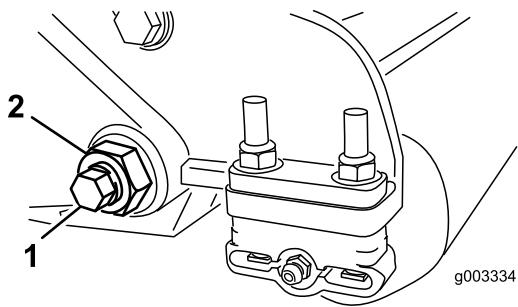
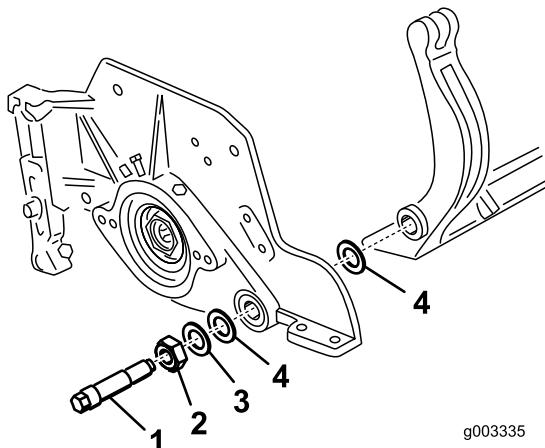

Figura 35
Figura 36
- En cada lado de la máquina, afloje la contratuerca que fija el perno de la barra de asiento (Figura 35).
- Retire cada perno de la barra de asiento, para poder tirar de la barra hacia abajo y retirarla de la máquina (Figura 35). Guarde las 2 arandelas de nylon y la arandela de acero troquelado de cada extremo de la barra de asiento (Figura 36).
**Nota:** Debe colocarse una arandela de nylon en cada lado del saliente de la chapa lateral. Coloque una arandela de acero por fuera de cada arandela de nylon (Figura 36).